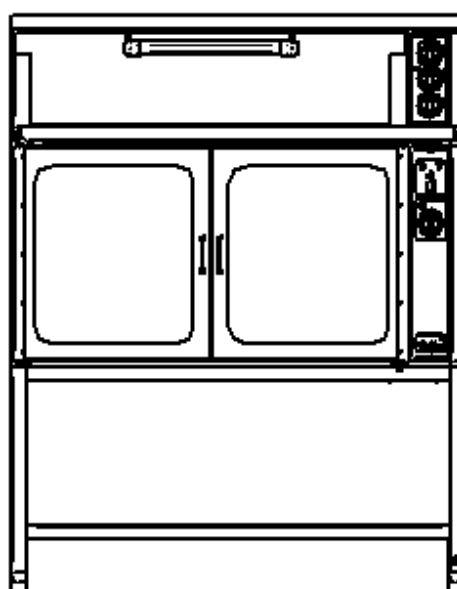

Рис. 1 Варианты установки шкафов ШРТ 4-ЭШ и ШРТ 6-ЭШ с модулями ЭШ
ШРТ 4-ЭШ, ШРТ 6-ЭШ не имеют верхней крышки, закрывающей доступ к токоведущим частям, и могут эксплуатироваться только совместно с электропекарными шкафами ЭШ-1К, ЭШ-2К, ЭШ-3К, которые закрывают верхнюю часть шкафа (рис. 1).
■ - установить изделие согласно варианту установки модуля ШРТ-ЭШ (см. табл. 3 и рис. 1).